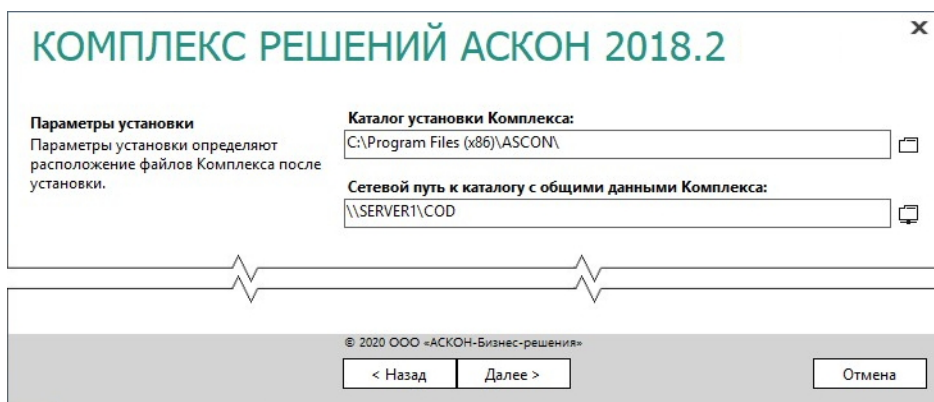

Рис. 3.39
1. Укажите полное имя каталога, в который будут установлены указанные компоненты Комплекса (рис. 3.39). При необходимости воспользуйтесь кнопкой **Выбрать**, чтобы указать каталог в стандартном окне Windows.